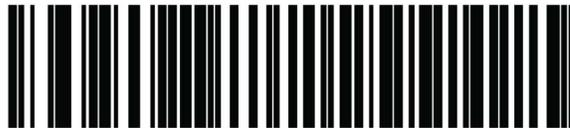

Abbildung C-22. Barcode 1: *HID-Tastatur-Emulation
3. Konfigurieren Sie den Barcode-Scanner, indem Sie nacheinander die in Abbildung C-22 bis Abbildung C-26 abgebildeten Barcodes einscannen:
Falls einer der Barcodes nicht korrekt gescannt wird, trennen Sie den Barcode-Scanner vom Computer und wiederholen Sie den Konfigurationsvorgang ab Schritt 2 in Abschnitt C.5.1 bzw. Schritt 2 in Abschnitt C.5.2 und scannen Sie die in Abbildung C-22 bis einschließlich Abbildung C-26 gezeigten Barcodes erneut.